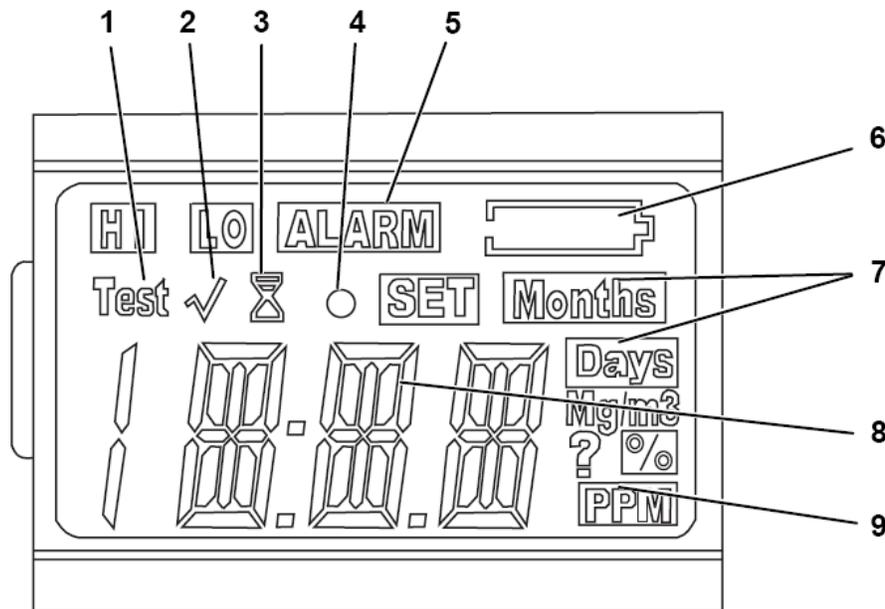

Рис. 2. Дисплей сигнализатора
- пока не горит индикатор разряда батареи (Позиция 6 на рис.2) и